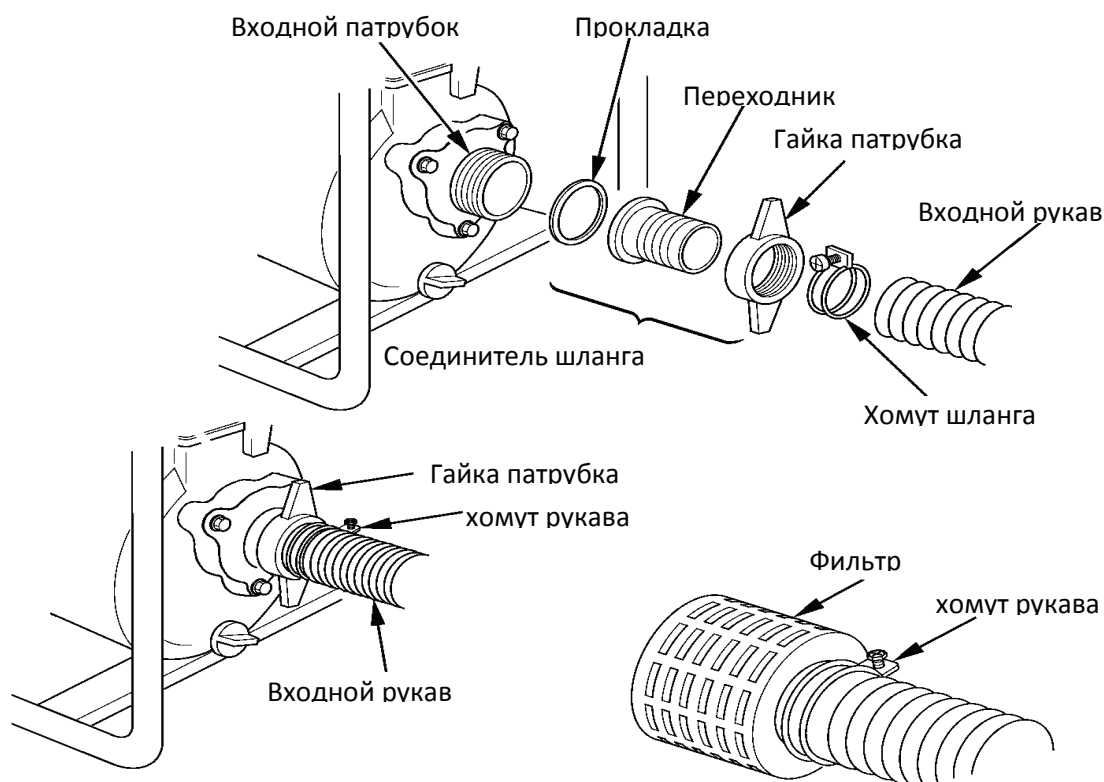

Рис.9
3. Смонтировать детали всасывающего и подающего тракта, для этого используйте имеющиеся в продаже рукава, и штатные соединители и хомуты. Необходимо использовать несминаемые (гофрированные) рукава, исключаящие «переламывание». Длина всасывающего рукава не должна превышать требуемую расчетную величину, так как от этого зависит максимальная эффективность работы насоса. Последовательность соединения показана на Рис.9